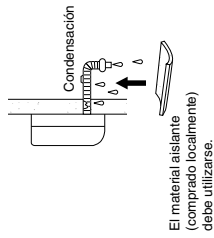

Fig. 3-41
- c) Si la manguera de drenaje funcionará en la habitación, atése la manguera con material aislante de modo que la condensación refrigerada no dañe los muebles ni el suelo. (Fig. 3-41)